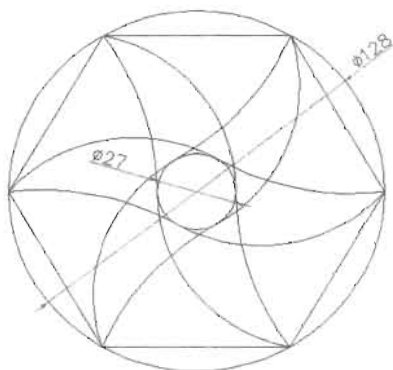

图 3-173
(3) 用 Polygon (正多边形)、Circle (圆) 和 Trim (修剪) 命令绘制图 3-173 所示的图案。需要用到 “三点” 法捕捉正六边形上的顶点绘制圆形, 然后进行修剪。